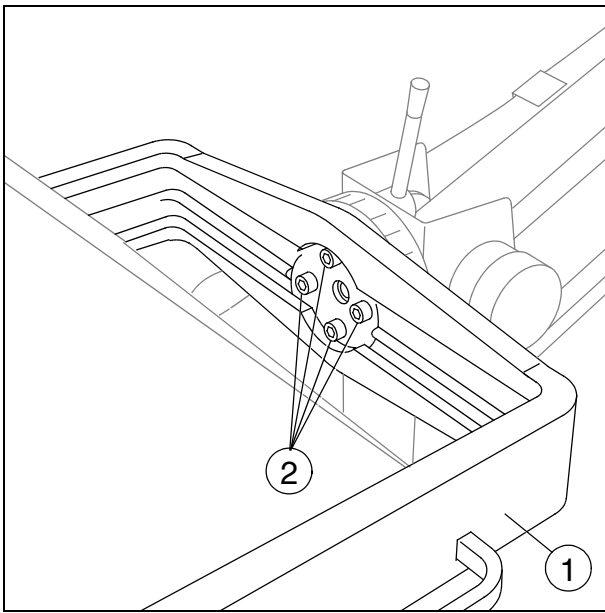

Fig. 2
- Die Eintankhalterung (1/Fig.2) mit dem Eintank muß fest am Flansch des Tragarmes sitzen.
- Das Drehmoment der 4 Befestigungsschrauben (2/Fig.2) prüfen;